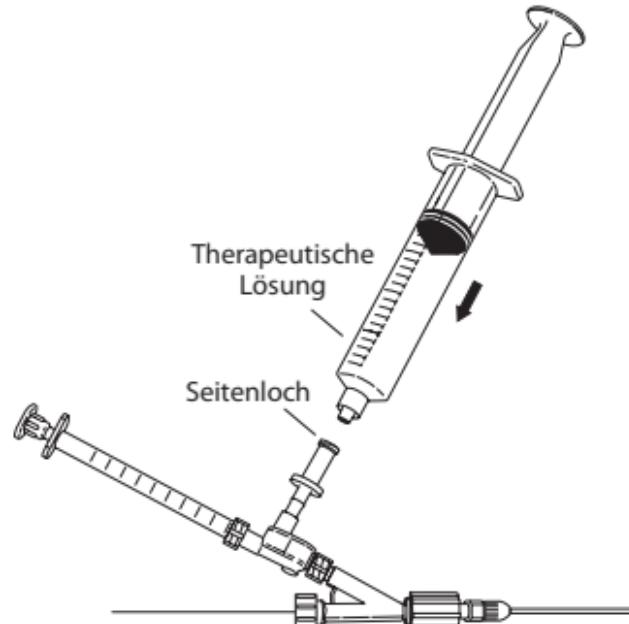

Abb. 7
- Um mit der gewünschten Verabreichung der therapeutischen Lösung zu beginnen, die 20-mL-Spritze mit der heparinisierten Kochsalzlösung entfernen, jedoch einen Meniskus der Lösung am Seitenloch-Anschluss lassen. Vor dem Anschließen einer weiteren, mit Flüssigkeit gefüllten Spritze an das Seitenloch sicherstellen, dass alle Luftblasen entfernt wurden. Mit einer mit therapeutischer Lösung gefüllten Spritze wieder anschließen. (**Abb. 7**)